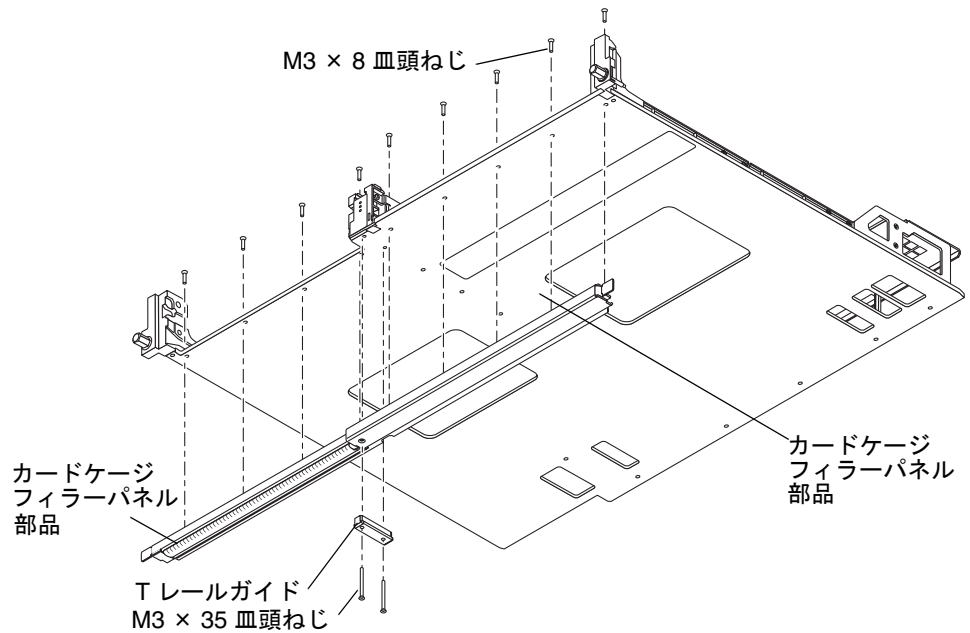

図 10-5 カードケージフィラーパネルの取り外し
4. 現在使用しているキャリアプレートからカードケージフィルターパネル部品を取り外し、脇に置きます (図 10-5)。